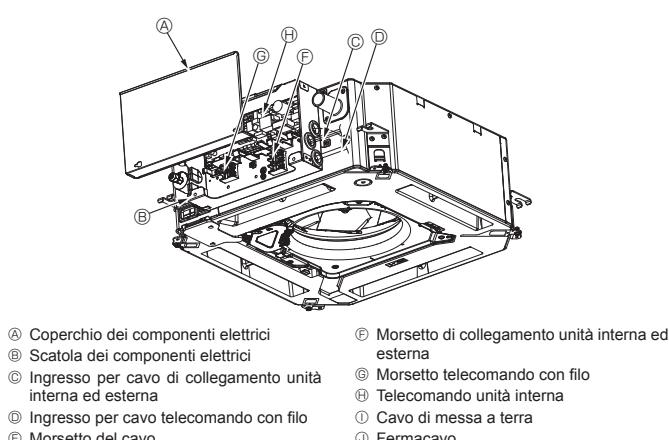

Fig. 7-3
7.2. Unità interna (Fig. 7-3) (Fig. 7-4) (Fig. 7-5)